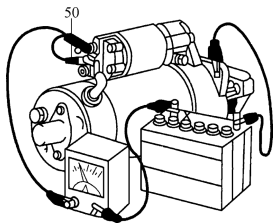

图 4-50 接通 50 端子进行试验
2) 如图 4-50 所示, 用带夹电缆将“30”端子与“50”端子连接起来, 此时驱动齿轮应向外伸出, 起动机应平稳运转。当蓄电池电压大于或等于 11.5V 时, 消耗电流应不超过 50A, 用转速表测量电枢轴的转速应不低于 5000r/min。